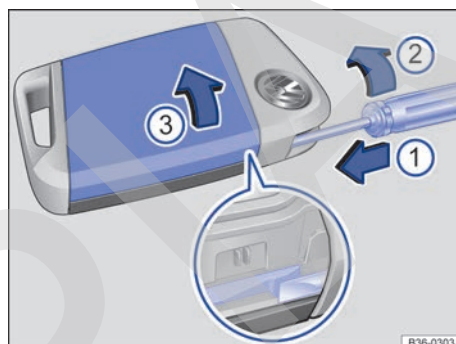
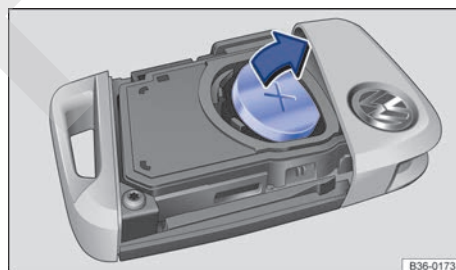

Fig. 73 Llave del vehículo: abrir la tapa del compartimento de la pila.
Fig. 74 Llave del vehículo: cambiar la pila de botón.
- Introduzca un destornillador de hoja plana en la llave del vehículo, por la guía exterior de la llave de emergencia, aprox. 1 cm en el sentido de la flecha → fig. 73 .
- Desplace la tapa de la pila en el sentido de la flecha y retírela ③.
- Extraiga la pila de su compartimento haciendo palanca con un objeto fino adecuado → fig. 74.
- Coloque una pila de botón nueva en el compartimento y presiónela en el sentido contrario al de la flecha → fig. 74.
- Coloque la tapa sobre la carcasa de la llave y presiónela en el sentido contrario al de la flecha → fig. 73 hasta que encaje.